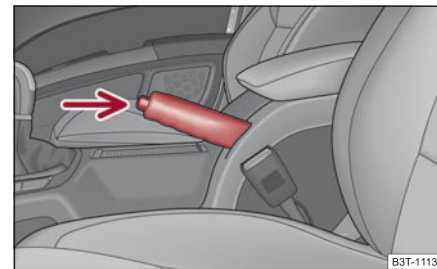

Fig. 137 Console centrale: Frein à main
- Tirez un peu le levier du frein à main vers le haut **et** enfoncez **simultanément** le bouton de verrouillage ⇒ page 123, fig. 137.